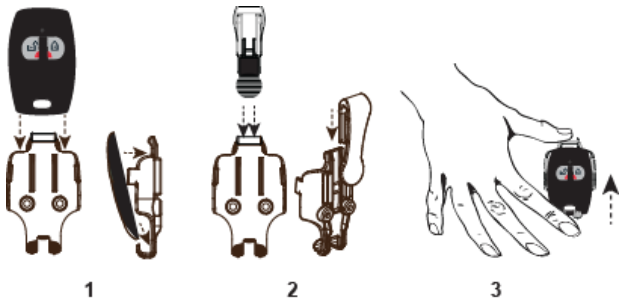

Figura 2 Applicazione del PB-101/102 al fermaglio da cintura
3. Per rimuovere il PB 101/102 dal supporto, premere verso il basso la parte superiore del supporto e spingere il comando remoto verso l'alto con le dita, come illustrato nella Figura 2.